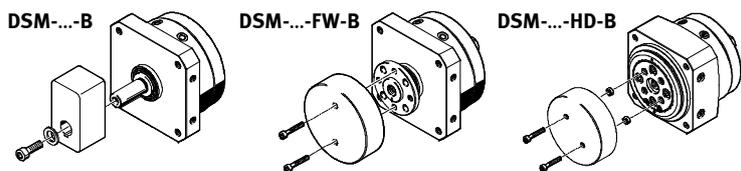

Fig. 9
- Skjut på den rörliga massan på den utgående axeln (kilaxel/flänsaxel/vridtallrik) (Fig. 9).